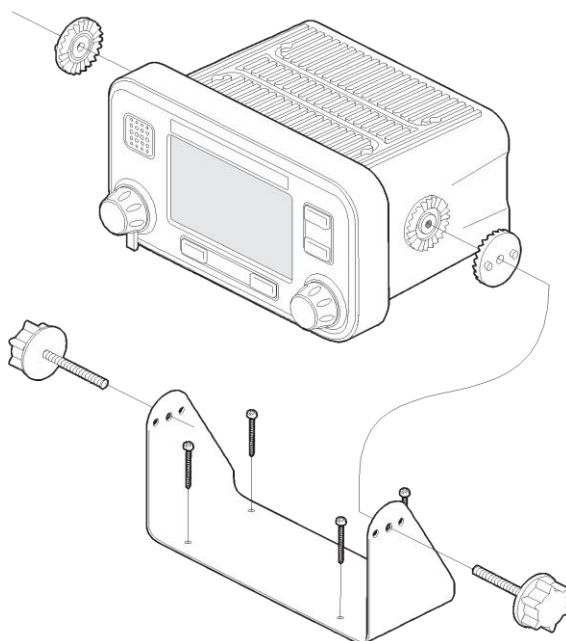

Рис. 35 Установка приемопередатчика АИС
- Приемопередатчик поставляется в комплекте с четырьмя самонарезными винтами для крепления приемопередатчика АИС к подходящей поверхности при помощи кронштейна цапфы. Рекомендации содержатся на Рис. 35.